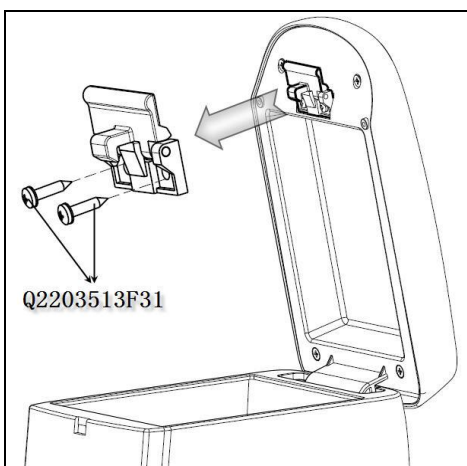

图 1.6.12 中央置物盒弹簧开关机构小总成拆卸
(1) 按下中央置物盒弹簧开关机构，打开扶手至直立状态；用十字螺丝刀依次松开固定开关机构的两个螺钉（Q2203513F31 十字槽盘头自攻螺钉和平垫圈组合件），将开关机构取下，如图 1.6.12 所示；